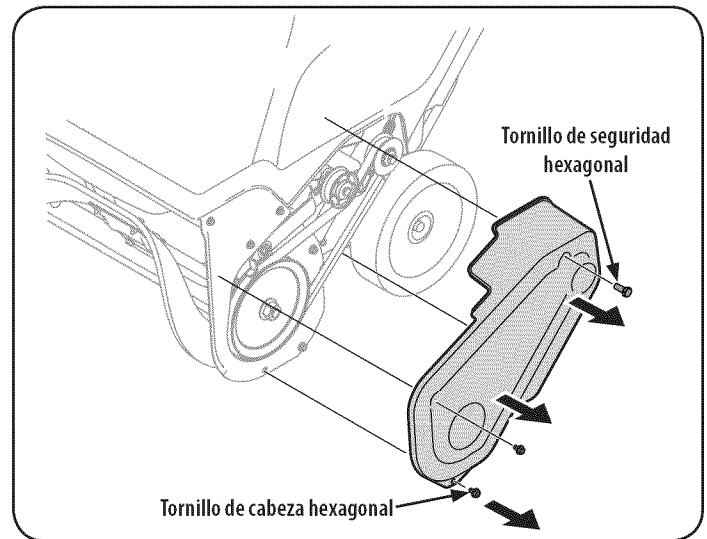

Figura 16
4. Para sacar la cubierta de la correa saque los dos tornillos de cabeza hexagonal y un tornillo de seguridad hexagonal que la sujetan al bastidor. Vea la Figura 16.